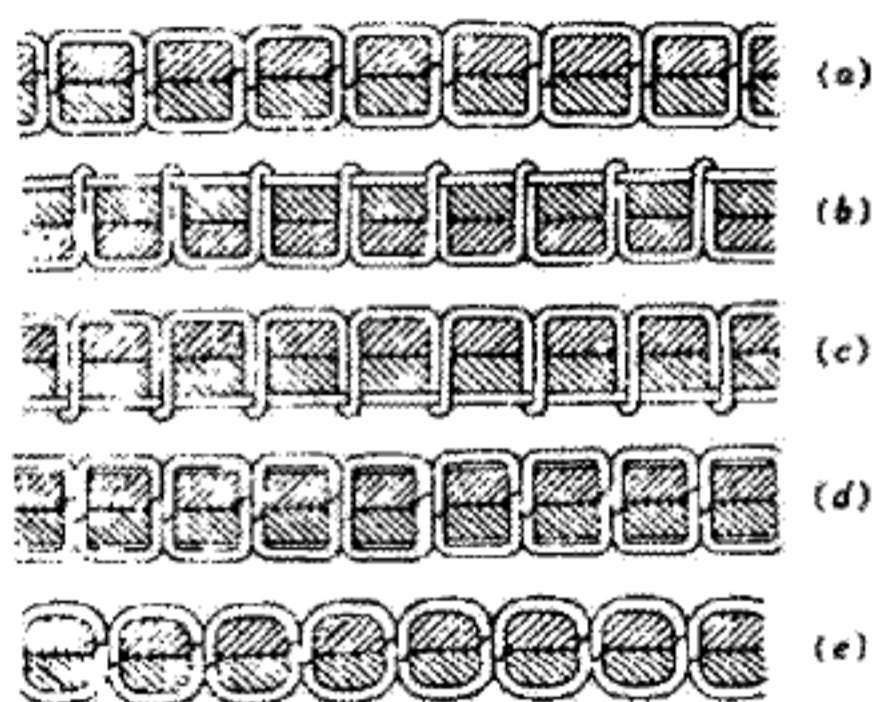
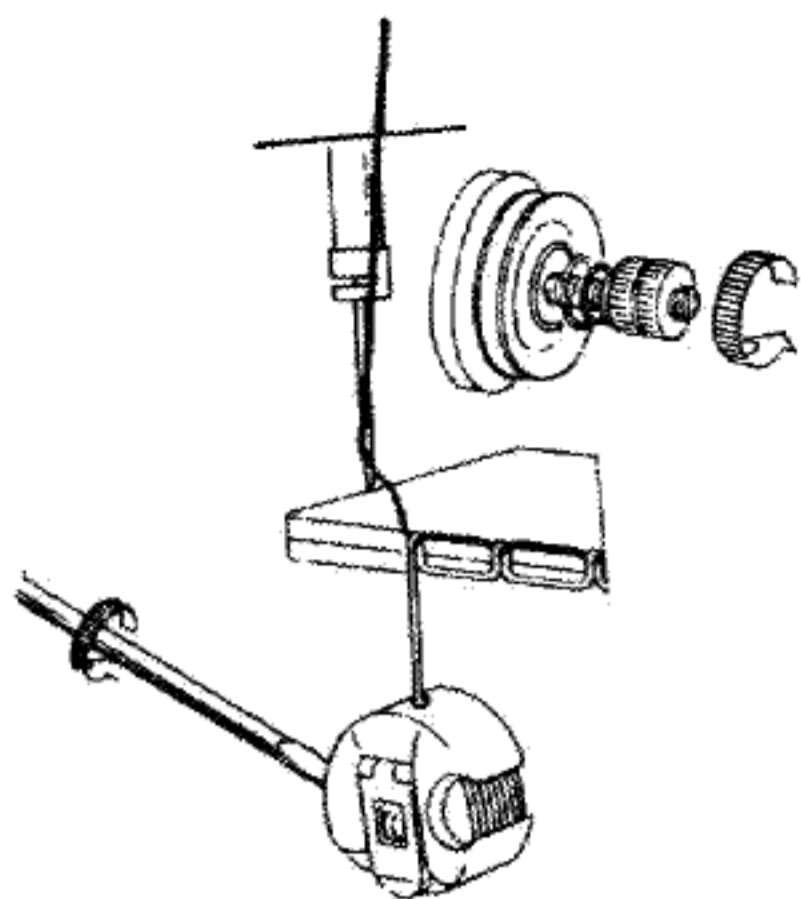
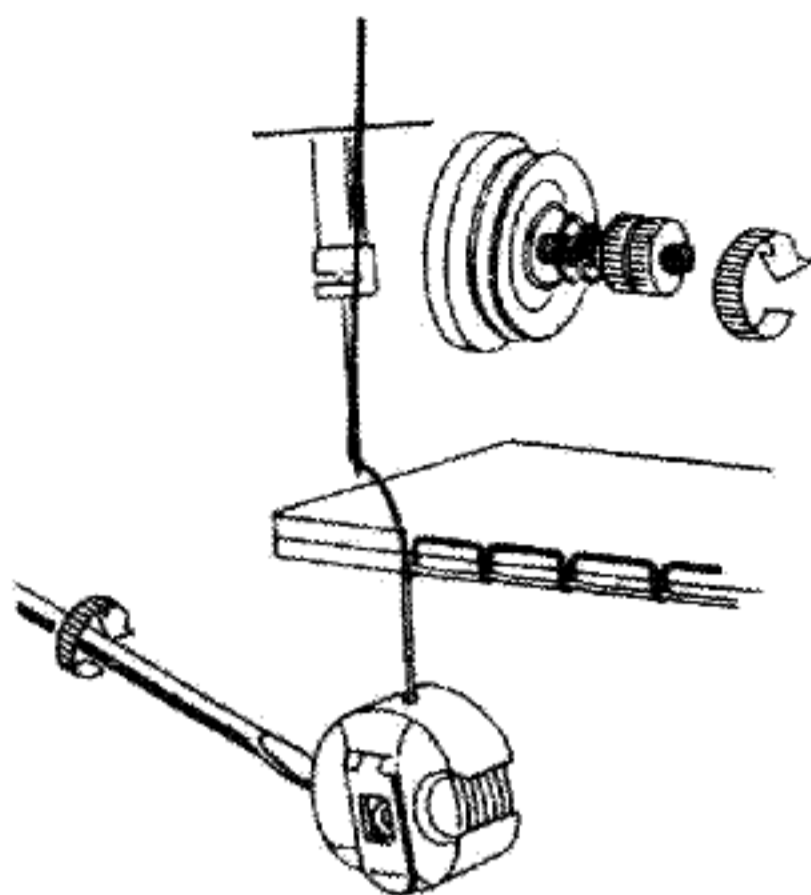

Рис. 25
Рис. 26
Рис. 27
На рис. 25 показаны различные формы стежков, которые могут получиться при работе на машине.
Стежок нормальной формы показан на рис. 25 (a). Если в результате шитья получаются неправильные строчки, стягивающие материал, пропускающие стежки и обрывающие нить, необходимо отрегулировать натяжение игольной и шпульной нити.
(1) Если натяжение игольной нити слишком сильное или натяжение шпульной нити слишком слабое, как показано на рис. 25 (b), поверните регулятор натяжения против часовой стрелки, чтобы уменьшить натяжение игольной нити, или затяните регулировочный винт шпульного колпачка, чтобы увеличить натяжение шпульной нити (см. рис. 26).
(2) Если натяжение игольной нити слишком слабое или натяжение шпульной нити слишком сильное, как показано на рис. 25 (c), поверните регулятор натяжения по часовой стрелке, чтобы увеличить натяжение игольной нити, или поверните регулировочный винт шпульного колпачка против часовой стрелки, чтобы уменьшить натяжение шпульной нити (см. рис. 27).
(3) Если в результате получаются стежки, показанные на рис. 25 (d), (e), регулировка может быть выполнена, как описано выше.